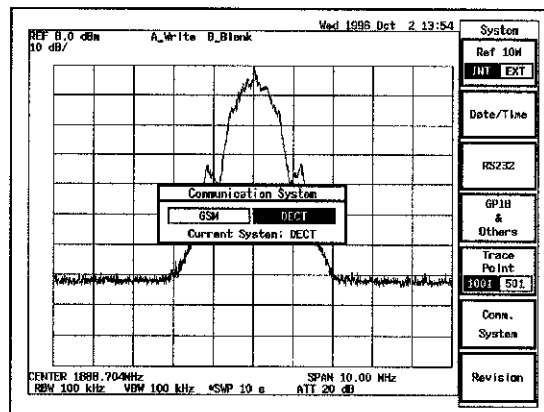

図 2-1 ダイアログ・ボックス
- (1) と押し、図 2-1 のダイアログ・ボックスを表示させます。